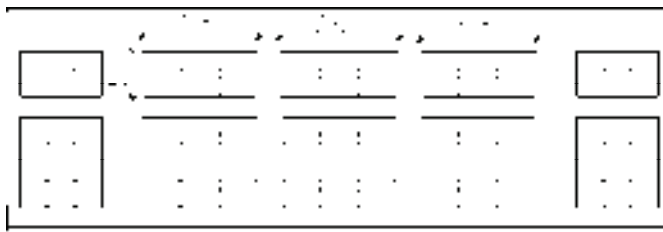

图 15-140 操作结果
9) 重复上述操作, 在“天正图库管理系统”窗口中选择立面窗, 在弹出的“图块编辑”对话框中设置窗户参数, 调入立面窗的结果如图 15-140 所示。